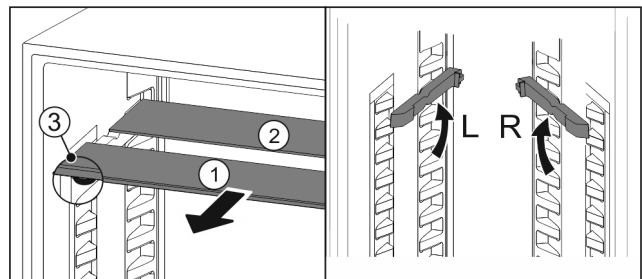

Fig. 105
- ▶ По одной извлеките Fig. 105 (1) стеклянные панели движением вперед.
- ▶ Стеклянная панель Fig. 105 (1) с декоративной планкой лежит спереди.
- ▶ Стопоры Fig. 105 (3) показывают вниз.